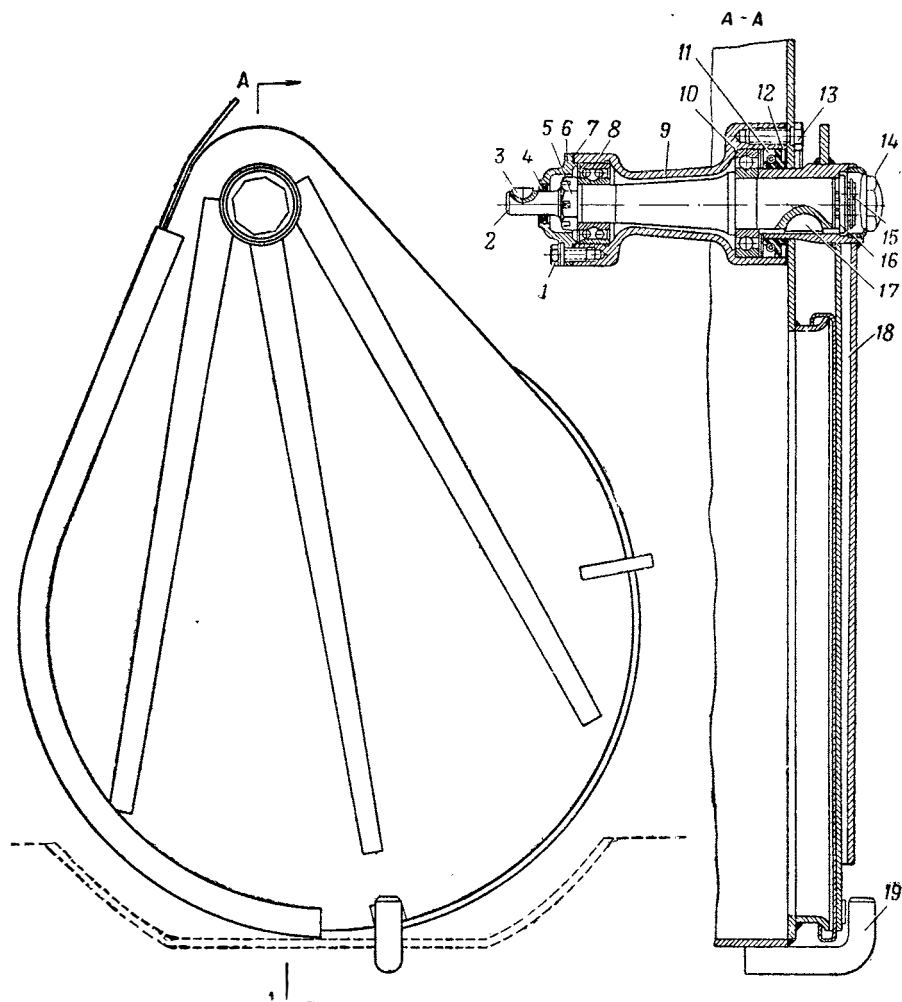

Рис. 81. Установка заслонки водометного движителя:
1. Вывернуть колпак 14 (рис. 81).
Технические условия на установку заслонки водометного движителя. Заслонка водометного движителя должна свободно поворачиваться из одного положения в другое на 95—115° и не должна иметь осевого люфта. При наличии осевого люфта его нужно устранить подтяжкой гайки 5 (рис. 81) валика 2.